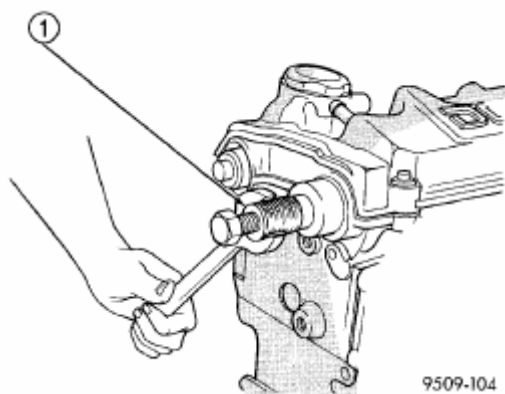

Рис. 13. Снятие уплотнения (манжеты) распределительного вала при помощи приспособления С-4679-А.
- (6) Снять заднюю крышку ремня привода ГРМ.
- (7) Снять уплотнение (манжеты) распределительного вала при помощи приспособления С-4679-А (Рис. 13).